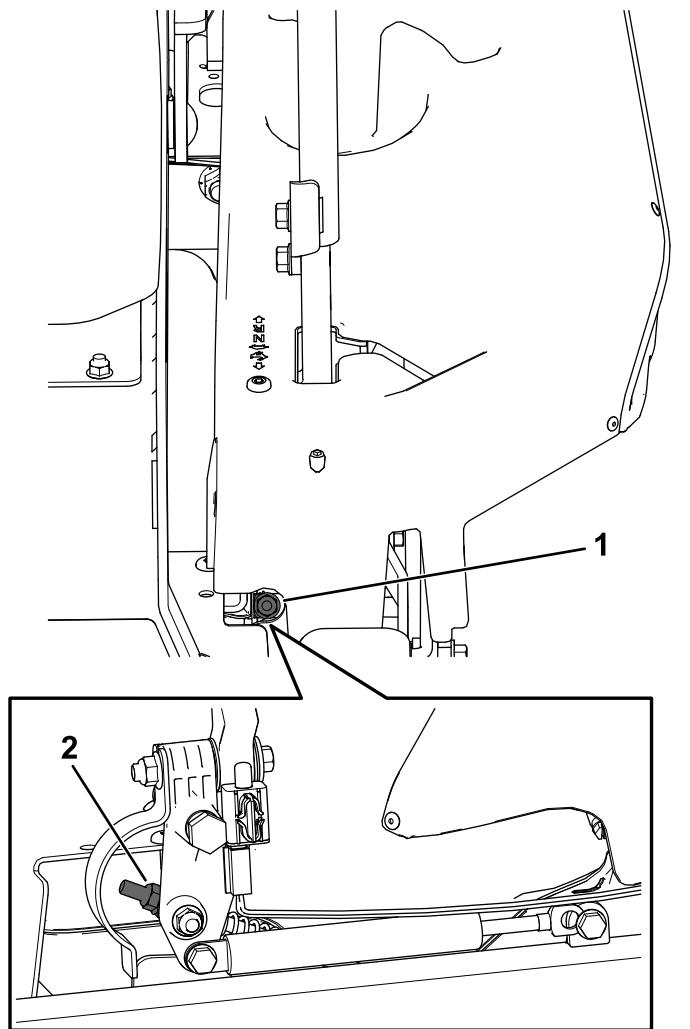

Figura 91
- Ajuste la longitud de las varillas de control de las bombas girando la tuerca en el sentido apropiado hasta que las ruedas se muevan ligeramente en marcha atrás (Figura 91).